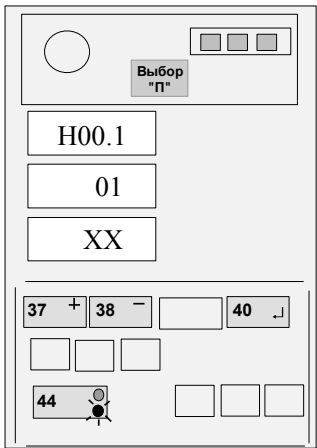

Рисунок 10
4.5.4 Нажимая кнопку ВЫБОР "П" (36) (см. рисунок 10), установить на верхнем ИЖЦ код "Н02" (индикация вылета стрелы).